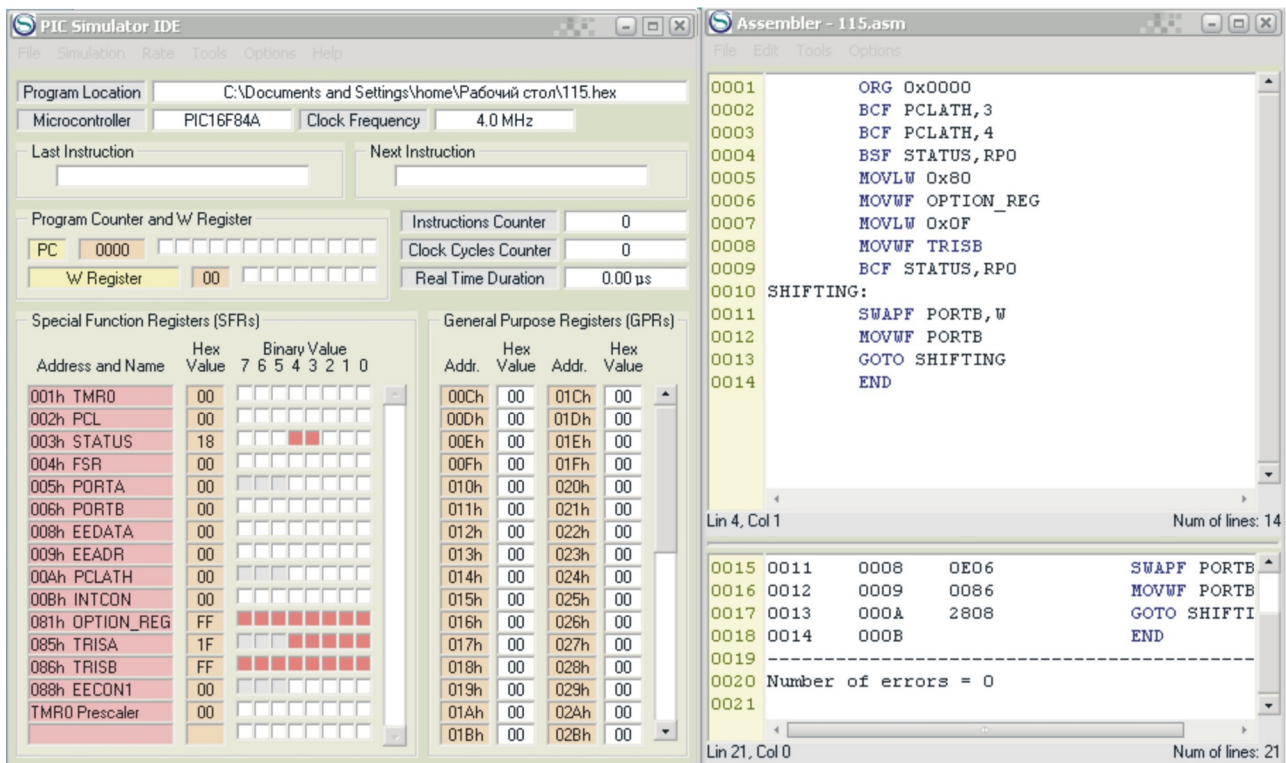

Рис. 6 Вигляд інтерфейсу симулятора з програмою «Input/output»
6. Натиснути Tools і у вікні, що розкриється – Assemble. В нижній половині вікна Assembler з'явиться лістинг відкомпільованого файлу (рис. 6);